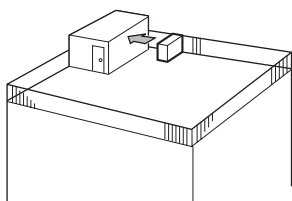

Fig. 2-3
- (1) Coloque la salida de aire de frente a la pared más próxima a una distancia de unos 500 mm, 19-11/16 pulgadas de ella. (Fig. 2-3)